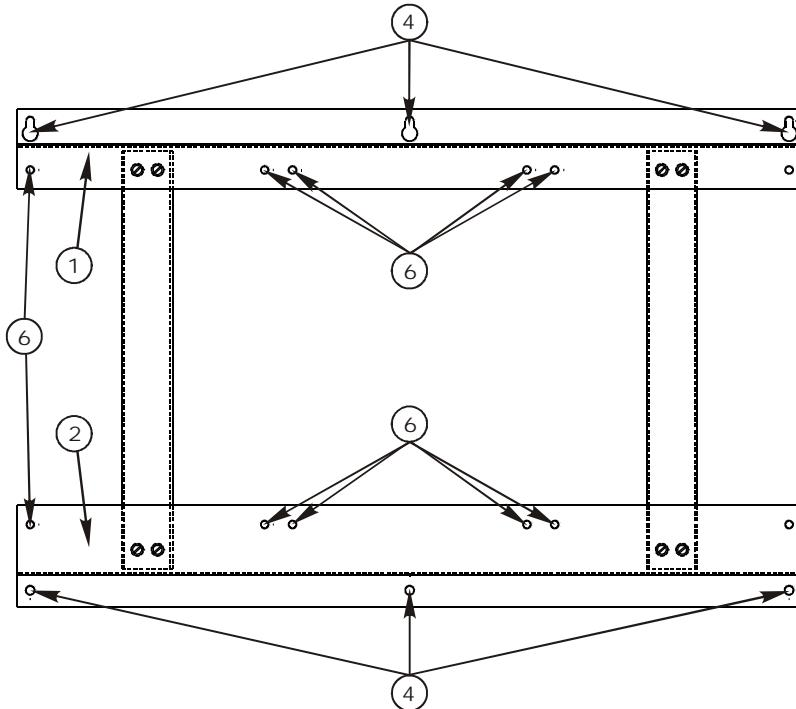

Рисунок 1 – Рама для установки стабилизаторов СКм-2200-1
4.2 Используя составные части МК7 КСДП.687445.002, собрать раму (рисунок 1) в следующей последовательности: